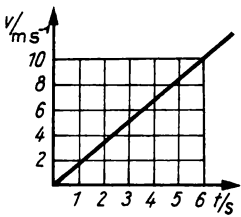

Bild 10
- 2.19** Berechnen Sie für die Bewegung, die durch das Diagramm (Bild 10) dargestellt wird, den in den ersten 6 s zurückgelegten Weg.